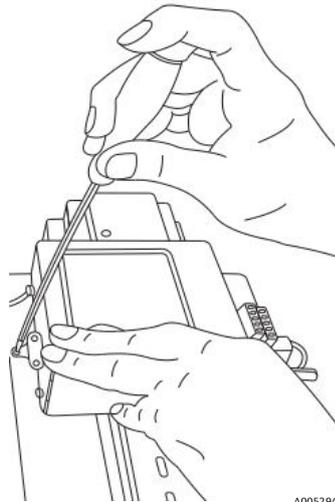

Abbildung 78. Elektrooptisches Modul von der Hutschiene trennen
6. Mit dem Schraubendreher die Clipverlängerung herunter- und von der Oberseite des Moduls wegdrücken. Siehe Abbildung 78. Das elektrooptische Modul sollte nun herauspringen.